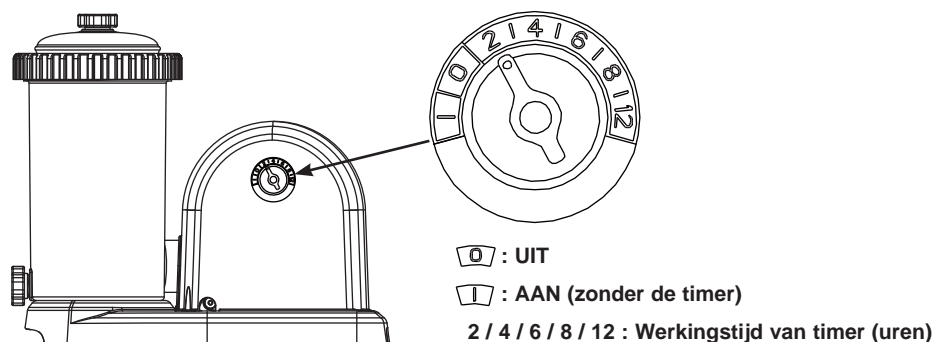

FIG 10
- Steek de stekker in het stopcontact en stel de timerknop in op het gewenste aantal werkingsuren. **Zie Fig. 10.** Zie "Draaiuren tabel" voor het gewenste aantal draaiuren in verhouding tot de afmeting van uw zwembad.